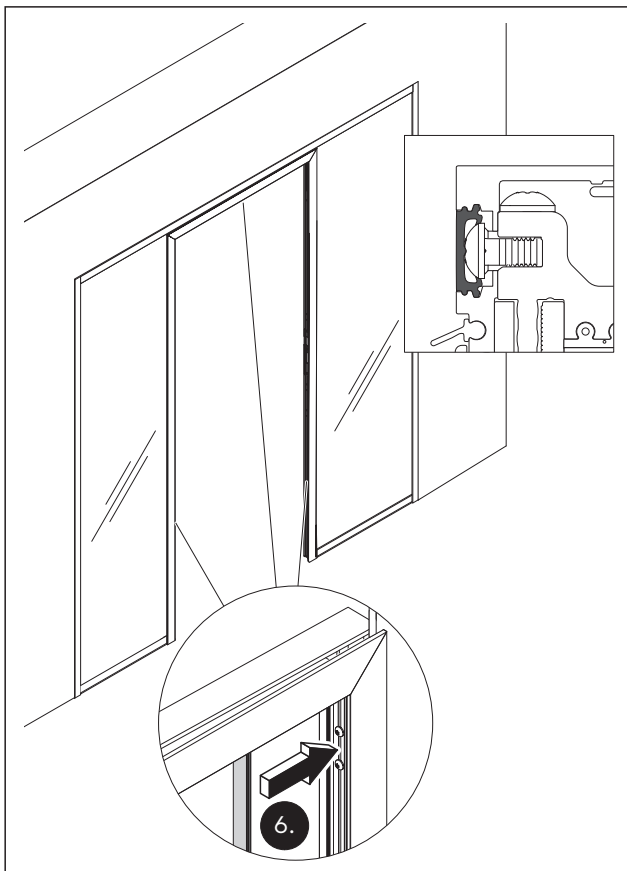

Abb. 49 Die inneren Silikondichtungen über den Schrauben im Durchgang anbringen.
6. Die Silikondichtungen über den Schrauben an den Deckprofilen für die Zarge anbringen (Abb. 49).